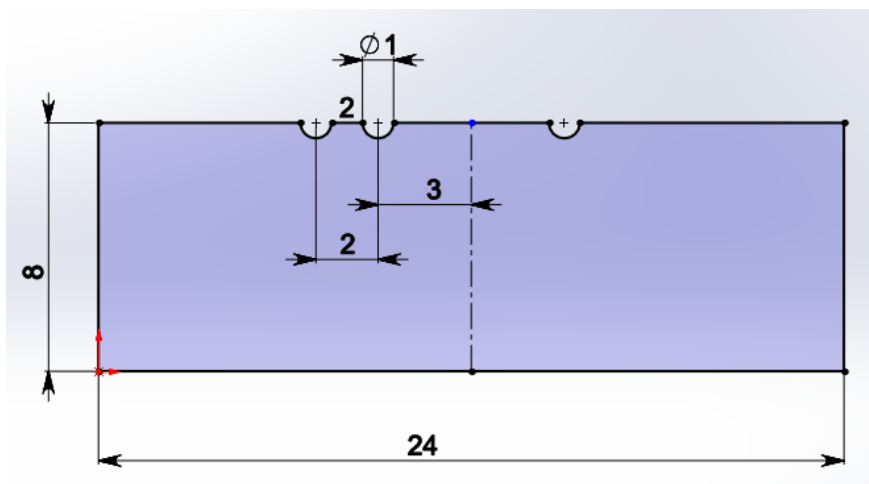

Рис. 4. Построение эскиза
5. Используя табличные размеры  $C$  и  $D$  своего варианта, строим эскиз (рис. 4).